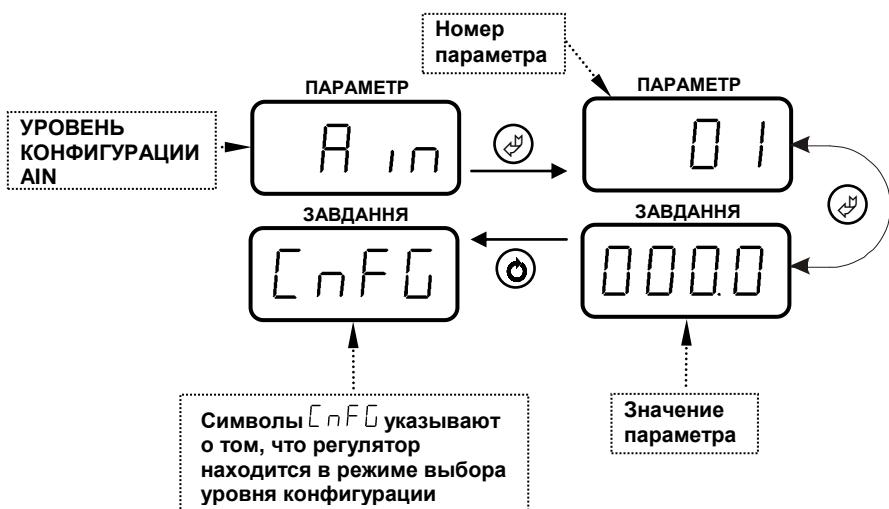

Рисунок 4.4 – Индикация уровня режима конфигурации, номера параметра и значения параметра.
• Параметры разделены по группам, каждая из которых называется "уровень". Каждое заданное значение (элемент настройки) в этих уровнях называется "параметром". Параметры, используемые в регуляторе МИК-111Н, сгруппированы в 13 уровней и представлены на диаграмме – см. рис 4.3. Индикация уровней режима конфигурации, номеров и значений параметров показаны на рис. 4.4.
В дальнейшем по тексту руководства по эксплуатации идет ссылка на параметр из таблицы параметров регулятора в виде XXX.УУ (например AIN.01), где XXX – название уровня конфигурации, а УУ – номер параметра (смотри рисунок 4.4).